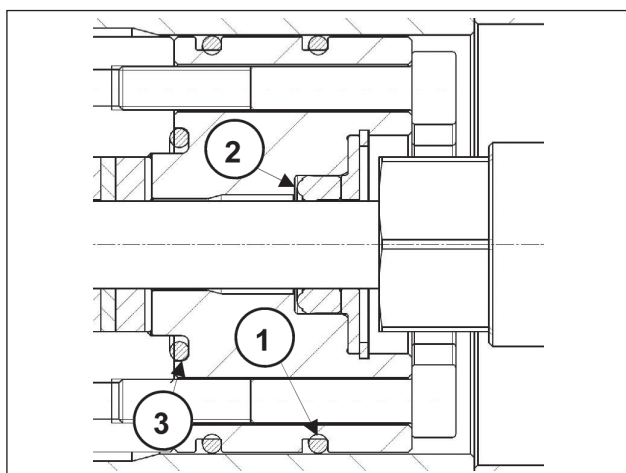
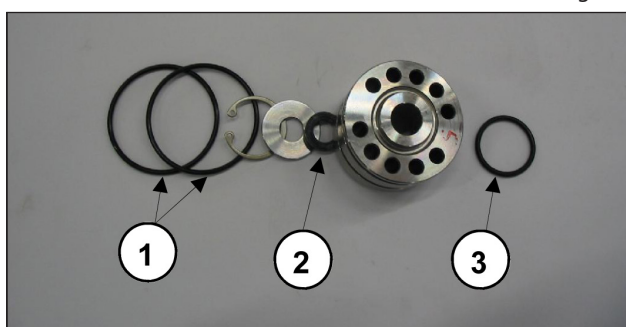

Fig. 46
Fig. 47
- Montar el grupo de soporte de las juntas como se indica en la Fig. 46 y la Fig. 47, sustituyendo los componentes ①②③.